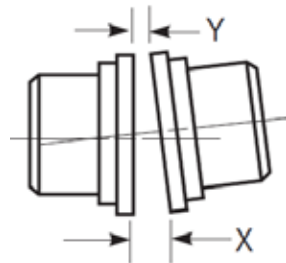

Figura 5 - Desalineación angular
8.2. El valor de “desalineación angular” es la diferencia máxima entre las mediciones X e Y tomadas en los extremos opuestos de los platos del buje, como se muestra en la figura 5.